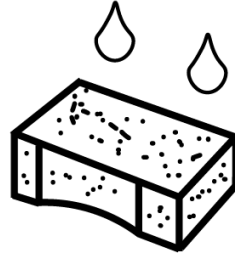

Bild 22
- Olja försiktigt in filtret, bild 22. Använd motorolja.